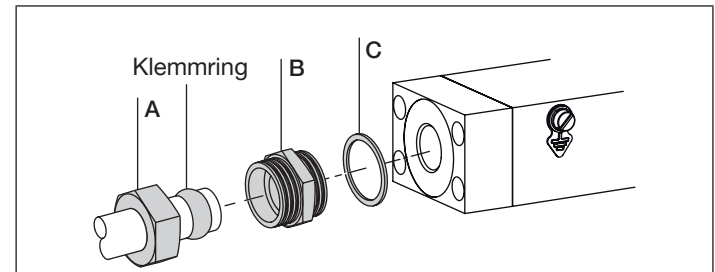

Fig. 12: Mutter und Klemmring auf dem Rohr
- Die Mutter [A] und dann den Klemmring auf das Rohr schieben. Siehe Fig. 12.